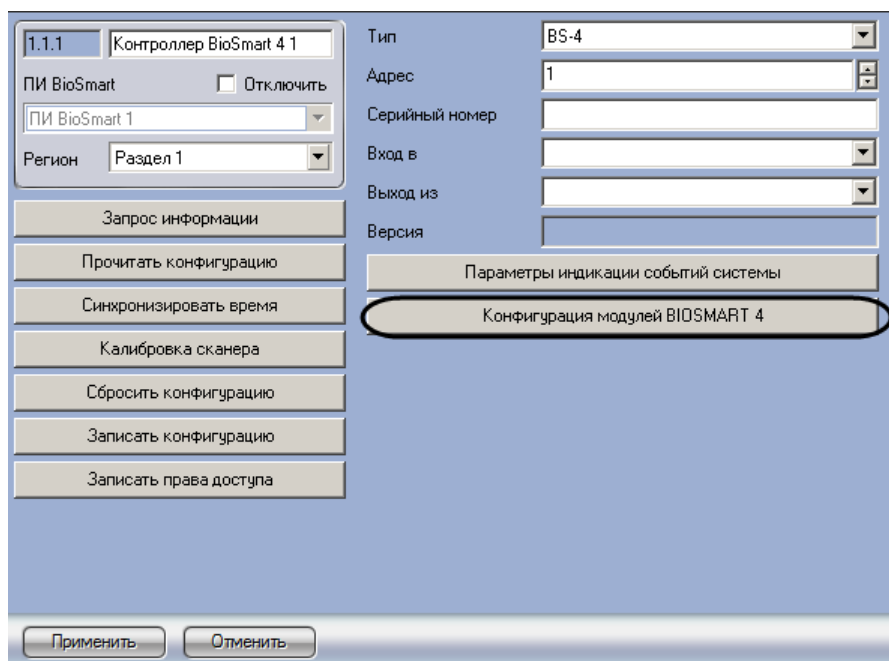

Рис. 3.5—5 Переход к конфигурации модулей контроллера BS-4
1. Перейти на панель настроек объекта **Контроллер BioSmart** (Рис. 3.5—5).
2. Нажать на кнопку **Конфигурация модулей BIOSMART 4** (см. Рис. 3.5—5).